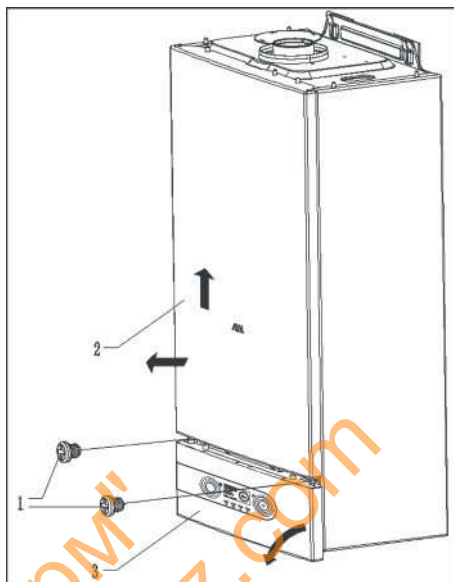

Рис. 21.
- Снимите винты фиксации передней крышки (поз. 1 рис. 21).
- Для снятия передней крышки потяните ее вверх и наружу (поз.2 рис. 21).
- Откройте наружу панель управления (поз. 3 рис. 21).